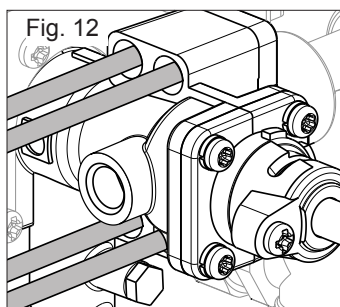

Fig. 12
- Svitare le 4 viti indicate in fig. 12